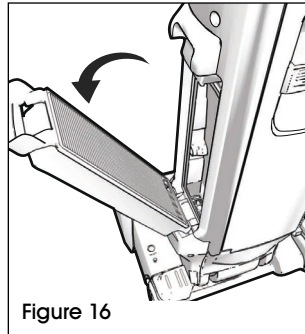

Figure 16
- Retirez le filtre de l'appareil en le faisant pivoter. Installez le nouveau filtre en alignant les onglets au bas du filtre avec les fentes de la section de sortie de l'aspirateur et enclenchez-le en position. (Voir Figure 16)